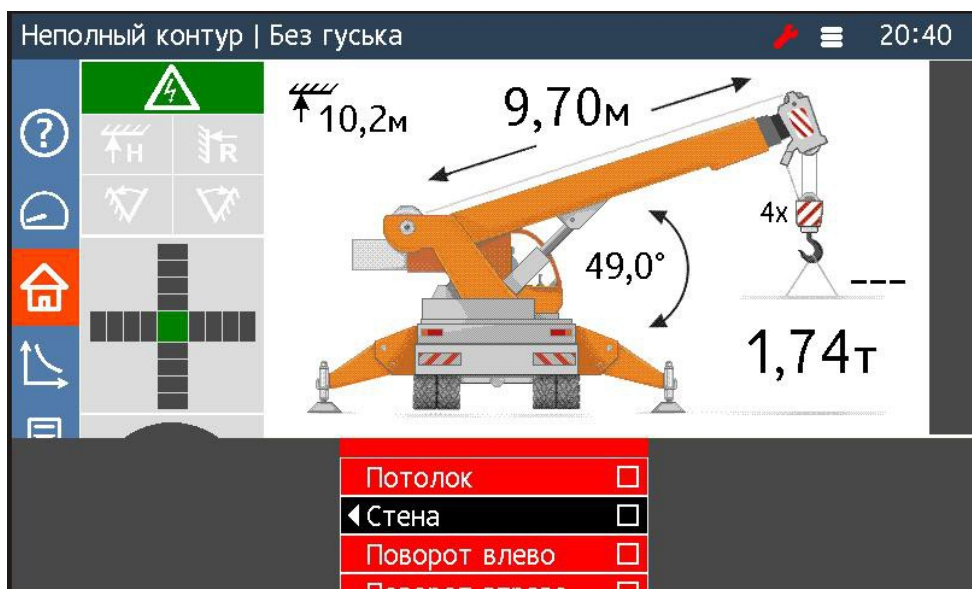

Рисунок 11 — Меню "Координатная защита"
- используя кнопки навигации по меню (см. таблицу 1) перейти в раздел меню «Коорд. защита» (рисунок 11);